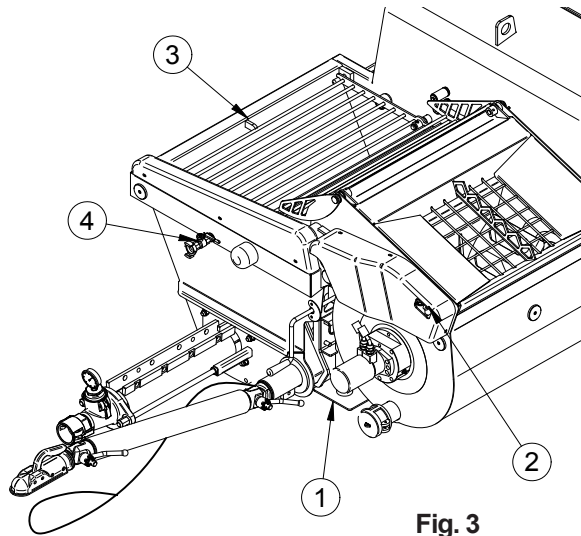
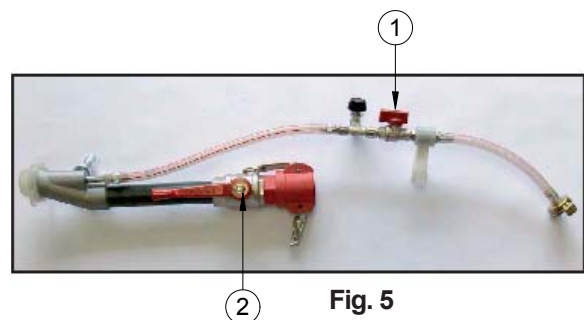

Fig. 3
Fig. 5
8. TRANSPORTABILIDAD y REMOLQUE (Fig.3)
Al instalar la máquina, ubique correctamente las patas de apoyo (fig. 3, ref. 1). Bloquee las ruedas.
⚠ - ¡Atención! No apoyar la máquina sobre terrenos inclinados ni blandos. En especial, es necesario garantizar el apoyo sólido de la pata de estacionamiento (fig. 3, ref. 1) para no perjudicar la estabilidad de la máquina durante el funcionamiento.
Controle que esté accionado el dispositivo de bloqueo de la rejilla del mezclador (fig. 3 ref. 2) y de la tolva (fig. 3, re. 3).
Una vez emplazada la máquina, prepare tres o cuatro cubos de lechada (50% agua, 50% cemento o cal). Vierta la lechada en la tolva de la máquina (los productos colorantes también pueden echarse directamente en la manguera del material antes de conectarla). En este último caso, vierta en la tolva aproximadamente 30/40 l de producto coloreado. Examine la manguera del material para comprobar que no esté dañada, que los racores estén en buenas condiciones y que las juntas estén debidamente colocadas antes de conectarla al colector de impulsión y a la lanza rociadora. Controle que las palancas (A) de los racores estén bien apretadas y que la junta (B) esté colocada como en la fig. 4A. Abra la llave de paso del aire de la lanza rociadora (fig.5, ref. 1). Abra la llave de paso del aire a la máquina (fig. 3, Ref. 4) Controle que la palanca de volcado del mezclador (fig. 6, ref.1) esté en posición central.
Abra la llave de paso del aire a la lanza (mando neumático) (fig. 5, ref. 1); la máquina comienza a bombear. Como alternativa es posible activar la máquina mediante el mando eléctrico a distancia, colocando el selector (fig. 8, ref 7 y ref. 2) en posición REM para habilitar el mando remoto. La bomba comienza a girar lentamente. Con el selector (fig. 7, ref. 2) en REM, sólo es posible gobernar la máquina mediante el mando a distancia eléctrico. Cuando la máquina se ponga en marcha, espere a que la bomba impulse el mortero ya presente en la tolva. En este momento, pare la máquina mediante el mando neumático o eléctrico, llene la tolva y empiece a trabajar. Regule la cantidad de material que sale de la lanza con los pulsadores (+) y (-) (fig. 7, ref. 6).
El grifo del material (fig. 5, ref. 2) presente en la lanza para materiales premezclados y tradicionales nunca deberá cerrarse sin antes haber cerrado la llave de paso del aire a fin de evitar un precoz desgaste del grupo tornillo.